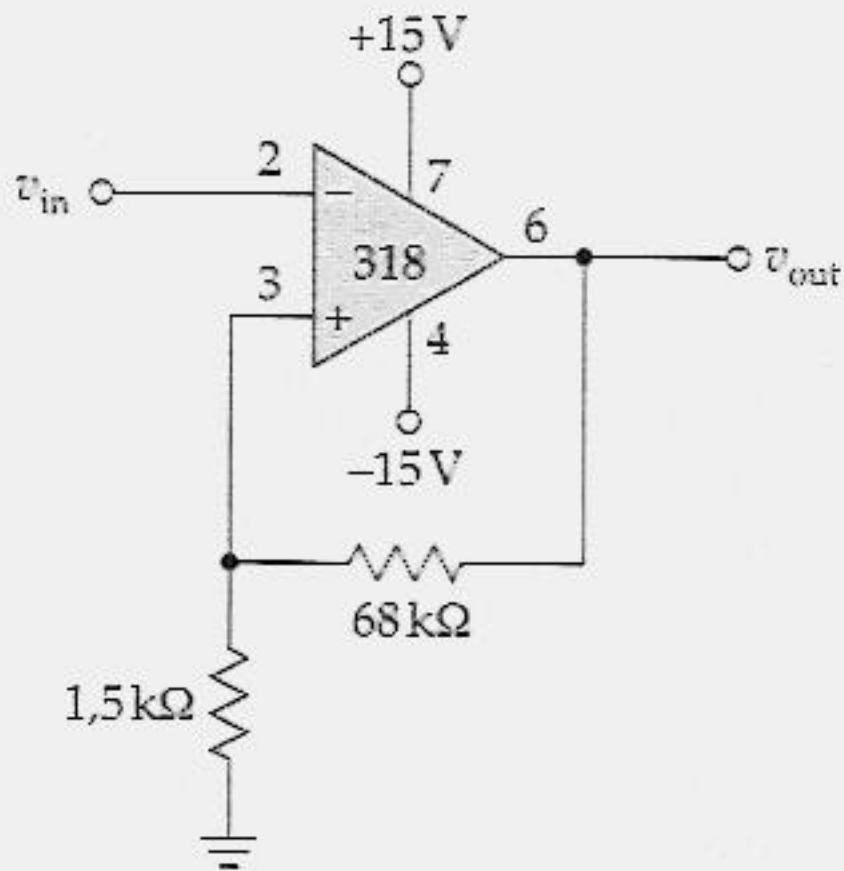

Figura 21.38 Exemplo.
- 21.9 Se $V_{sat} = 13,5\text{ V}$ no circuito da Figura 21.38, Quais são os pontos de comutação e a histerese?
- 21.11 O resistor da Figura 21.38 tem uma tolerância de $\pm 5\%$. Qual a histerese mínima?